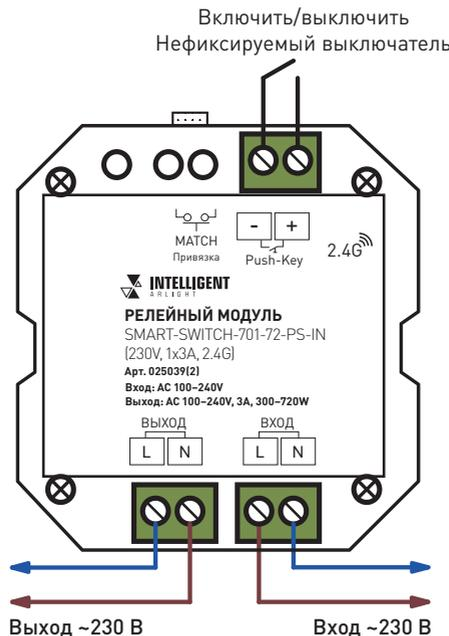

Рис. 1. Схема подключения релейного модуля
- 3.3. Подключите нагрузку к выходу OUTPUT выключателя, соблюдая порядок подключения проводов (см. рис. 1).
- 3.4. Подключите обесточенные провода электрической сети к входу INPUT выключателя, соблюдая порядок подключения проводов (см. рис. 1).